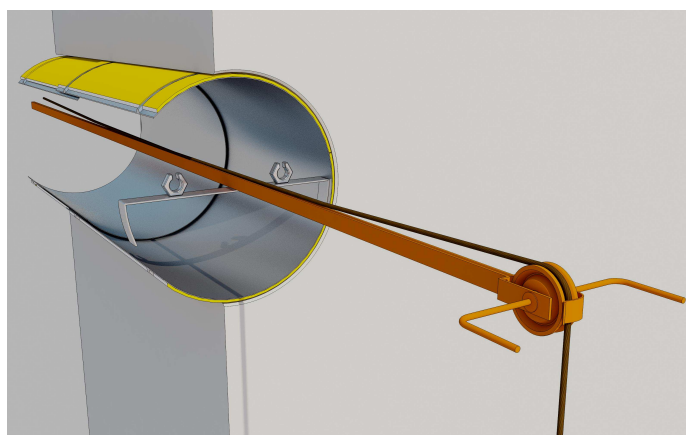

Рис.6
3.2.4. Проденьте шнур/тросик через ролик штанги (см рис.6). Применение одножильных шнуров не допускается. Прочность шнура/тросика на разрыв должна быть не менее 50 кг. Длина должна составлять двойную высоту от земли до точки монтажа плюс 10...15 м.